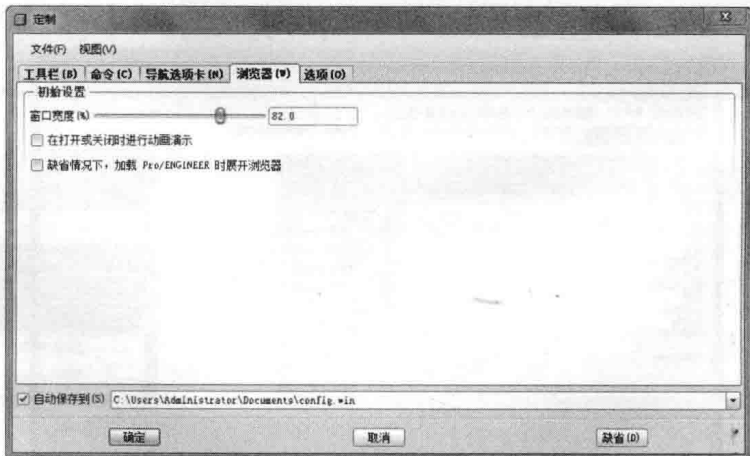

图 1-10 取消启用浏览器
- ⑦ 单击【浏览器】标签，切换到【浏览器】选项卡，取消启用【缺省情况下，加载 Pro/ENGINEER 时展开浏览器】复选框，单击【确定】按钮，如图 1-10 所示。设置之后再打开 Pro/E 软件，将不加载浏览器。